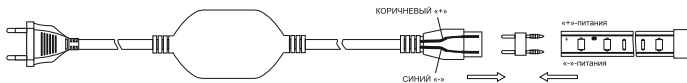

Рисунок 3
4.2 Подключение LED ИПСН 700 Вт 220 В 12 мм MONO IP65 производить следующим образом (рисунок 3):